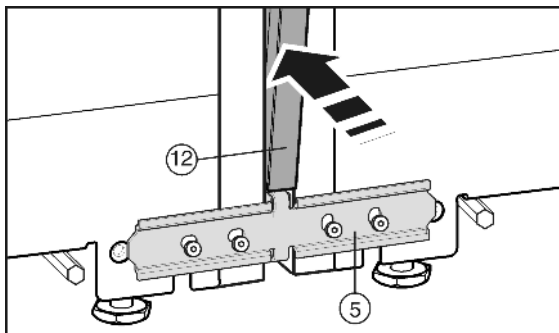

Fig. 9
Pred nasadením krycej lišty Fig. 9 (12) obe prepážky spolu pritlačte po celej dĺžke. Lištu je možné ľahšie zaviesť do medzery. Na pritlačenie lišty použite mäkkú látku, aby ste zabránili preliačeninám na povrchu krycej lišty. Lištu starostlivo a rovno zatlačte do medzery tak, aby ste dosiahli optimálne spojenie.
- Na prednej strane zatlačte do vertikálnej medzery dlhú kryciu lištu Fig. 9 (12). Dbajte na to, aby lišta spočívala na spojovacom plechu Fig. 9 (5).